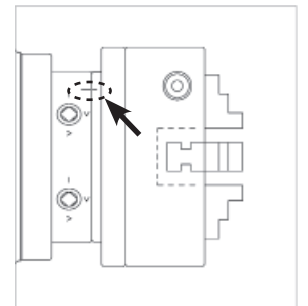

Fig. 28 Repères pour l'alignement du mandrin
6. Le cas échéant, alignez les repères de synchronisation broche-mandrin (figure 28), et glissez le mandrin sur la broche.